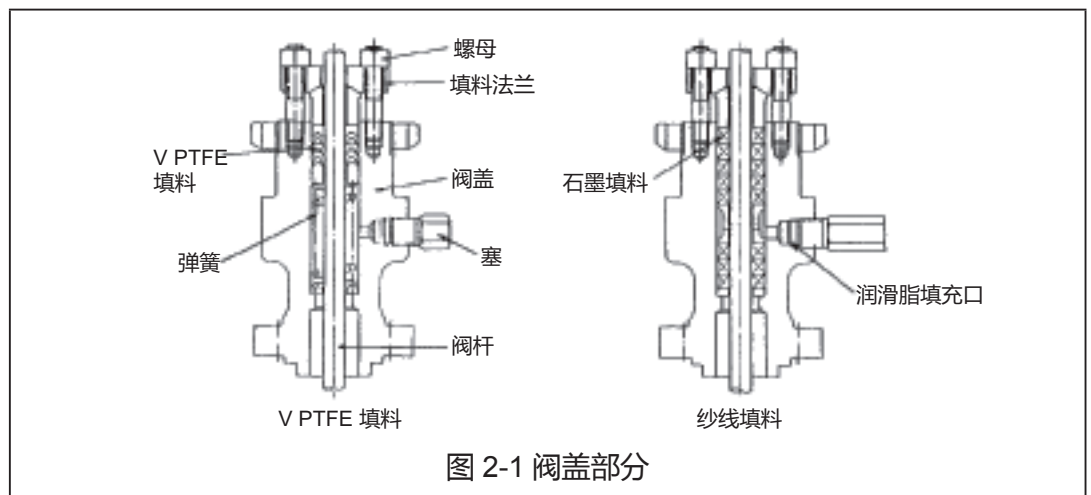

图 2-1 阀盖部分
- (1) 使用特殊工具（选配件）拧紧螺纹，将阀座圈牢牢固定到阀体上。有关紧固扭矩，请参见表 4-1。
- (2) 将阀芯固定到阀座圈上。（将润滑油“Neversize”涂抹到螺纹部分，禁油型阀门除外。）
- (3) 将阀盖放到阀体上，然后检查阀盖是否与阀体的凹陷处正确啮合：用力一致地拧紧各螺母，注意用力要均匀（交替拧紧对称位置的螺母）。有关紧固扭矩，请参见表 4-3。
- (4) 如图 2-1 所示插入填料。
- (1) 使用特殊工具（选配件）拧紧螺纹，将阀座圈牢牢固定到阀体上。有关紧固扭矩，请参见表 4-1 或 4-2。
- (2) 将阀芯固定到阀座圈上。（参见拆卸步骤。）
- (3) 将一个垫圈放在阀体内部，然后放上导环，盖住阀芯。（将润滑油“Neversize”涂抹到垫圈上，禁油型阀门除外。）
- (4) 将垫圈放在导环上。（将润滑油“Neversize”涂抹到垫圈上，禁油型阀门除外。）
- (5) 将阀盖放到阀体上，然后检查阀盖是否与阀体的凹陷处正确啮合：用力一致地拧紧各螺母，注意用力要均匀（交替拧紧对称位置的螺母）。有关紧固扭矩，请参见表 4-3。
- (6) 如图 2-1 所示插入填料。